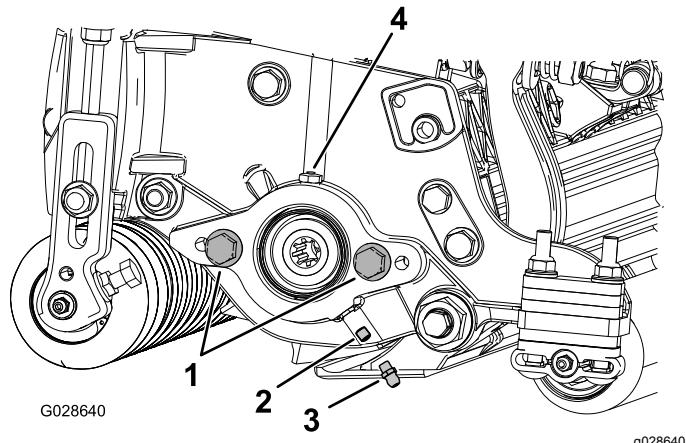

图4
1. 拆下并丢弃滚刀马达侧板上的固定螺丝 图4。
2. 安装直通黄油嘴 图4。
- 如果滚刀马达侧板上没有平头螺丝请安装图4。
- 润滑侧板直至多余的润滑脂流出润滑孔图4。